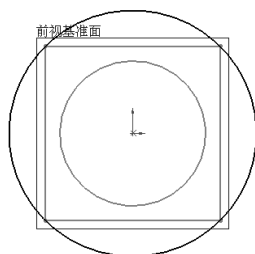

图 3-22 基准面 2 和基准面 3 上绘制圆草图
- (5) 在基准面 2 和基准面 3 上各绘制一个正方形外接圆草图，如图 3-22 所示。